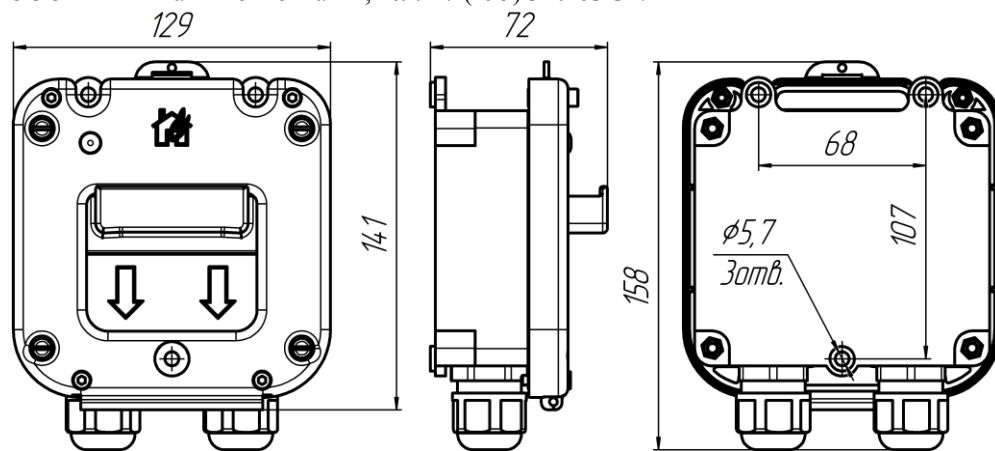

Рис.3. Габаритные размеры извещателя
2.5. Конструктивно извещатель состоит из пластикового корпуса, основание которого с электронным блоком закрепляются на стене помещения. Затем лицевая панель с приводным элементом шурупами крепится к основанию. Корпус извещателя, по требованию заказчика, может быть оборудован герметичными пластиковыми кабельными вводами для подведения проводников диаметром от 6 до 14мм или от 11 до 18мм, герметичными вводами МКВ (см. таблицу) из нержавеющей стали марки 12Х18Н10Т, предназначенными для различных вариантов прокладки кабеля количеством 2 шт. Элементы конструкции извещателя показаны на рис.1. Габаритные размеры извещателя показаны на рис.3.